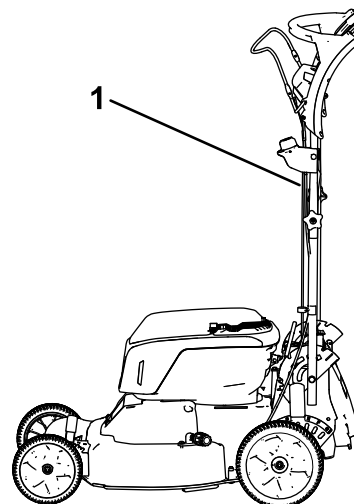

Figure 26
1. Verrouillez la poignée en position verticale (Figure 26); voir Réglage de la hauteur du guidon (page 15).